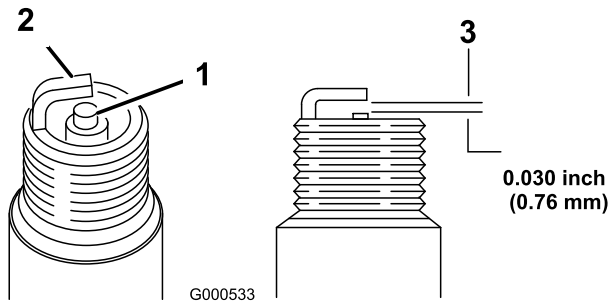

Bild 29
5. Stellen Sie den Elektrodenabstand an der Zündkerze auf 0,76 mm ein, siehe Bild 29.